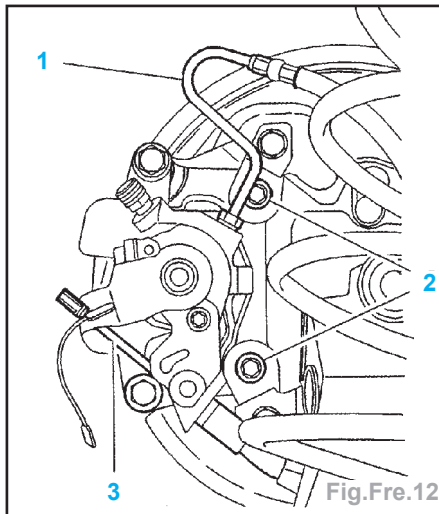

Fig.Fre.12
- Décrocher le câble de commande de frein de parking (3) (Fig.Fre.12).